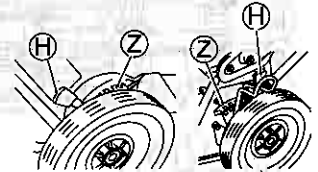

Fig. 21.
2 Incline a alavanca de ajuste da altura de corte (H) em direção à lateral da roda, separando-a dos dentes (Z). (Veja as fig. 21 e 22.)